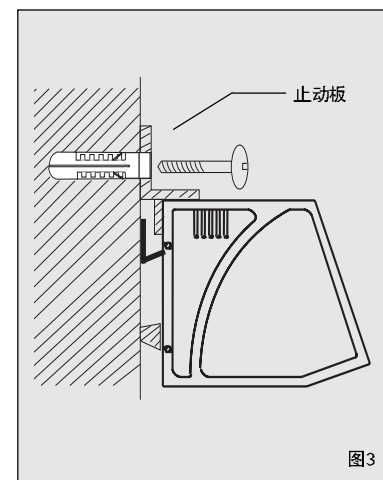

图 3
- 2、把止动板紧压机壳顶面，带孔面靠墙对准上排的 2 个膨胀管孔，旋入木螺钉拧紧（见图 3）。